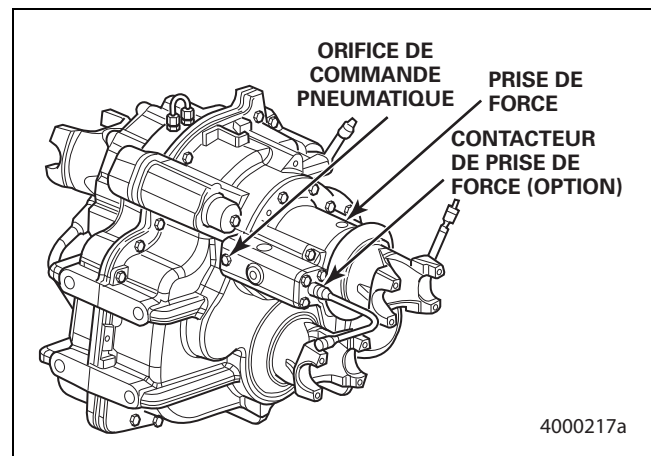

Figure 7.6
1. Raccorder une source d'air comprimé régulé à l'orifice de commande pneumatique. Figure 7.6.